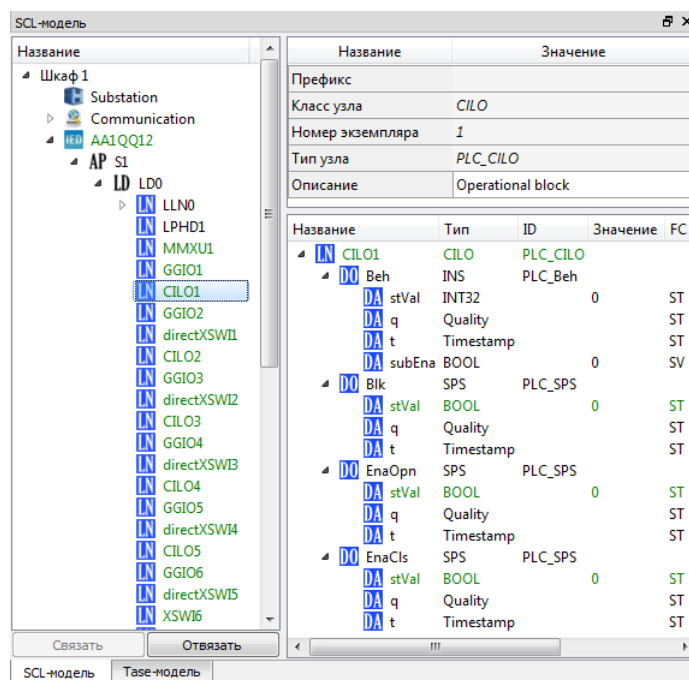

Рис. 2.31.21 Свойства и содержимое логического узла CIL01
В окне свойств сверху отображаются свойства логического узла. Снизу отображается его содержимое – объекты данных (DO) и их атрибуты (DA). На Рис. 2.31.21 видно, что атрибуты нескольких DO привязаны к сигналам объектной модели.